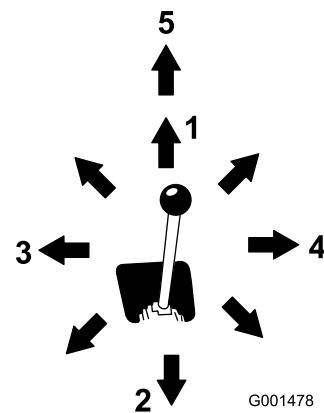

Figure 10
- Pour incliner l'accessoire en avant, déplacez lentement le levier vers la droite (Figure 10).
- Pour incliner l'accessoire en arrière, déplacez lentement le levier vers la gauche (Figure 10).
- Pour abaisser les bras de chargeuse, poussez lentement le levier en avant (Figure 10).
- Pour élever les bras de chargeuse, tirez lentement le levier en arrière (Figure 10).
- Pour abaisser les bras de chargeuse à une position de verrouillage (flottement), poussez le levier complètement en avant (Figure 10).